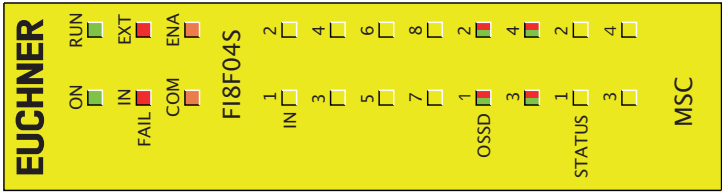

Bild 19:
8.3.4. Modul FI8FO4S (Bild 19)